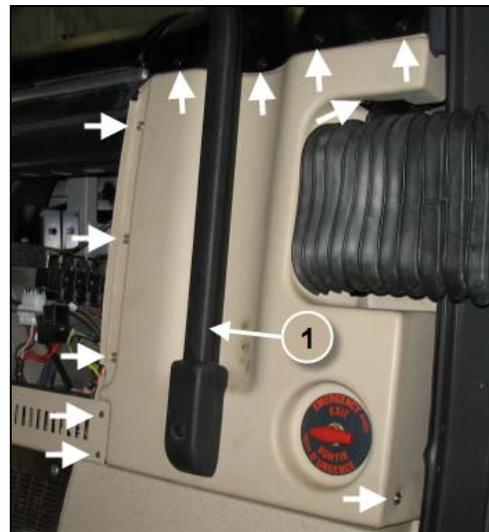

FIGURE 5
2. Localiser le moteur d'essuie-glace. Celui-ci se trouve à la droite de modules Multiplex (voir figure 5).
3. Retirer le panneau d'accès au cylindre de porte (figure 5). Pour ce faire, retirer le garde (item 1, figure 5) puis dévisser les vis de fixation du panneau (11 vis).